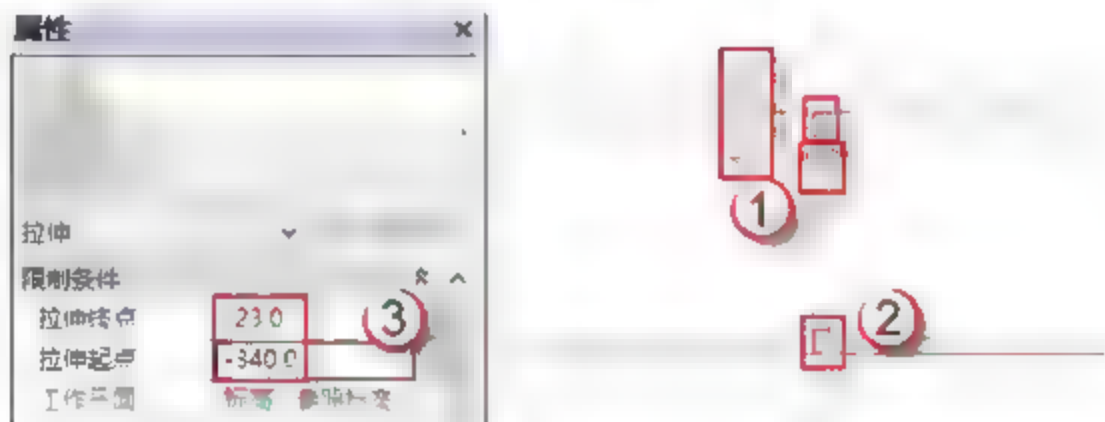

图 8.3.5 绘制支架 B
(6) 支架 B 是长度为 40mm，宽度为 30mm，高度为 280mm 的长方体。返回到“楼层平面-参照标高”平面，按快捷键 C+O 和 M+M 绘制参考线。选择“创建”→“拉伸”→“矩形框”命令，绘制图框，在“属性”面板中编辑“拉伸起点”和“拉伸终点”的数值（340，-23），然后单击√按钮，如图 8.3.5 所示。